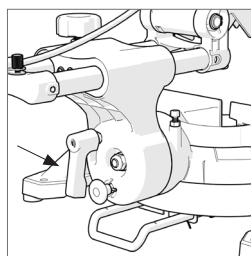

Fig. 33
- Allentare il fermo per l'angolo di inclinazione. (**Fig. 33**)